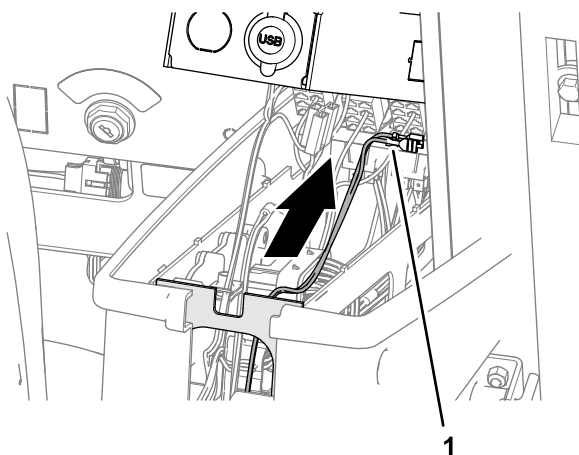

図 107
3. REMOTE ENGAGE SWITCHというラベルの付いたワイヤーハーネスの分岐をアームパネルに向かって配線します (図 107)。